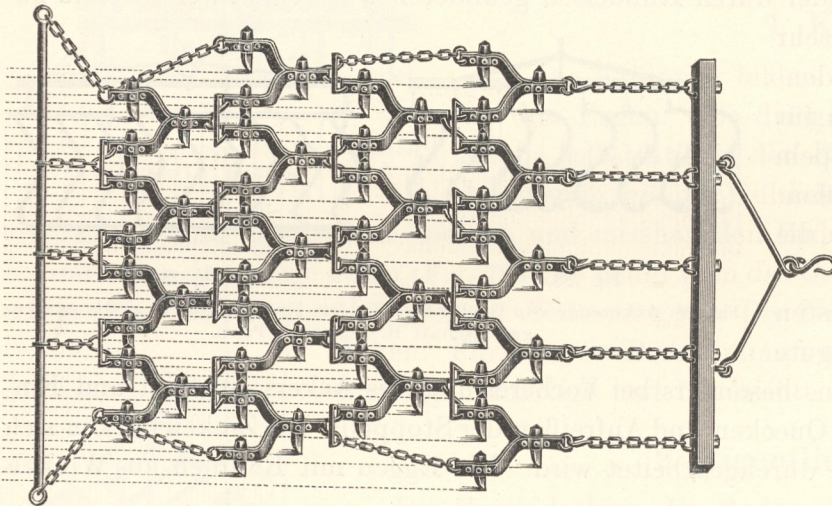

Fig. 793. Wiesenegge von Groß & Co.
b) *Wieseneggen.* Die meisten Wieseneggen sind Glieder-eggen (Fig. 793). In der Regel sind je drei Zinken in einem Gliede aus Schmiedeeisen mit gepreßtem, federndem Gehäuse befestigt. Die einzelnen Glieder werden durch Verbindungsteile in zwei bis fünf Reihen hintereinander zu einer vollständigen Egge vereinigt, bei der die erste Gliederreihe mit langen Ketten an einem hölzernen Zugbalken und an der letzten Reihe eine Eisenstange zum Ebnen angehängt ist. Die Verbindungsteile